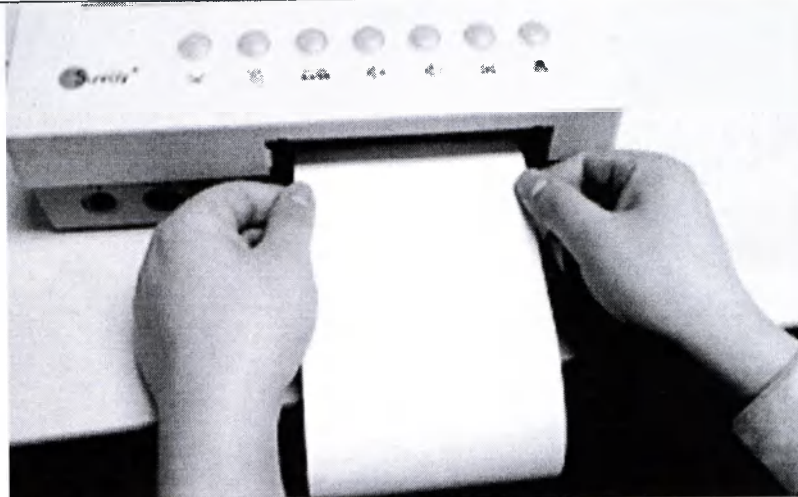
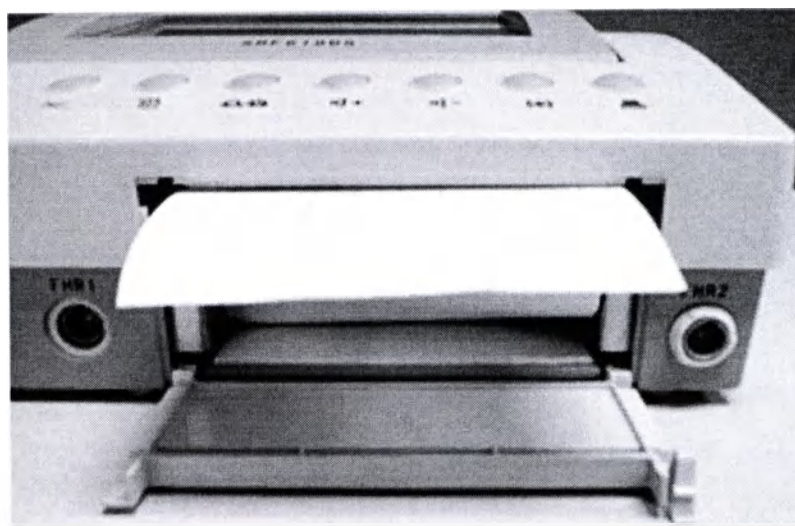

Рис. 6-3
Рис. 6-4
4. Аккуратно вставьте верхний лист рулона бумаги в нижнюю щель регистратора, равномерно продвигая левую и правую стороны. После обнаружения бумаги пишущее устройство автоматически захватит ее, как показано на Рис. 6-3 и Рис. 6-4.